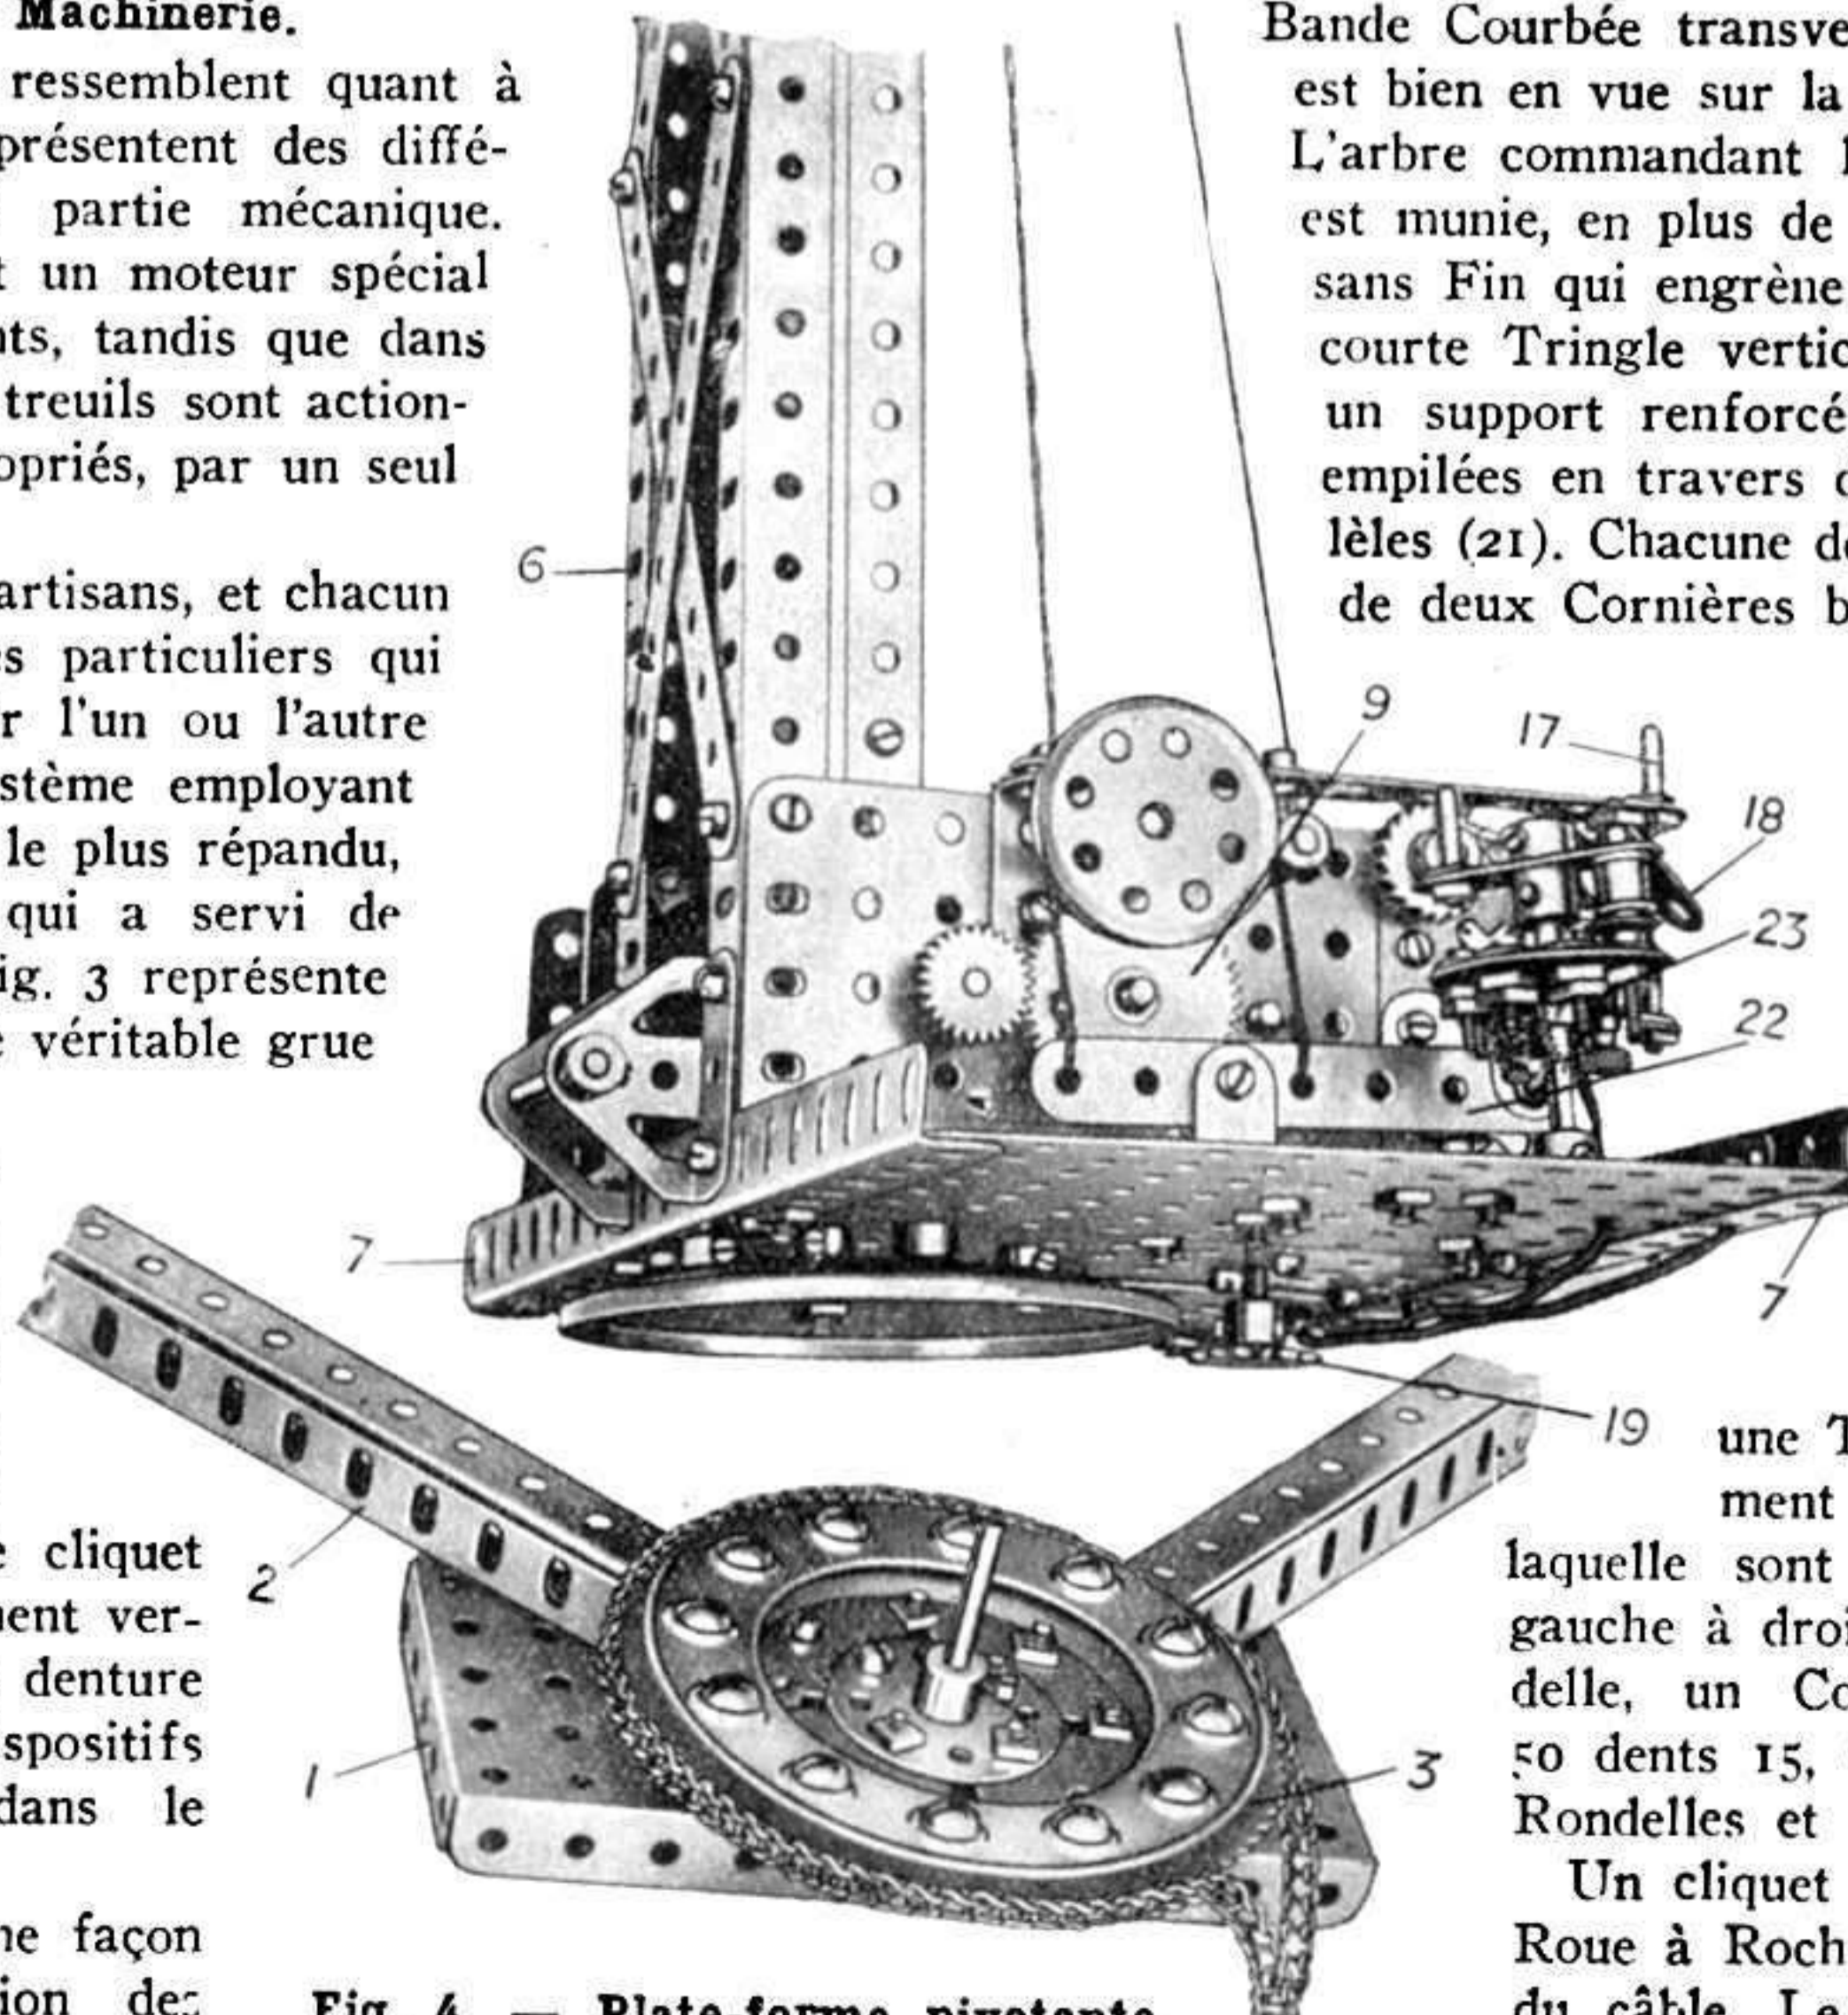
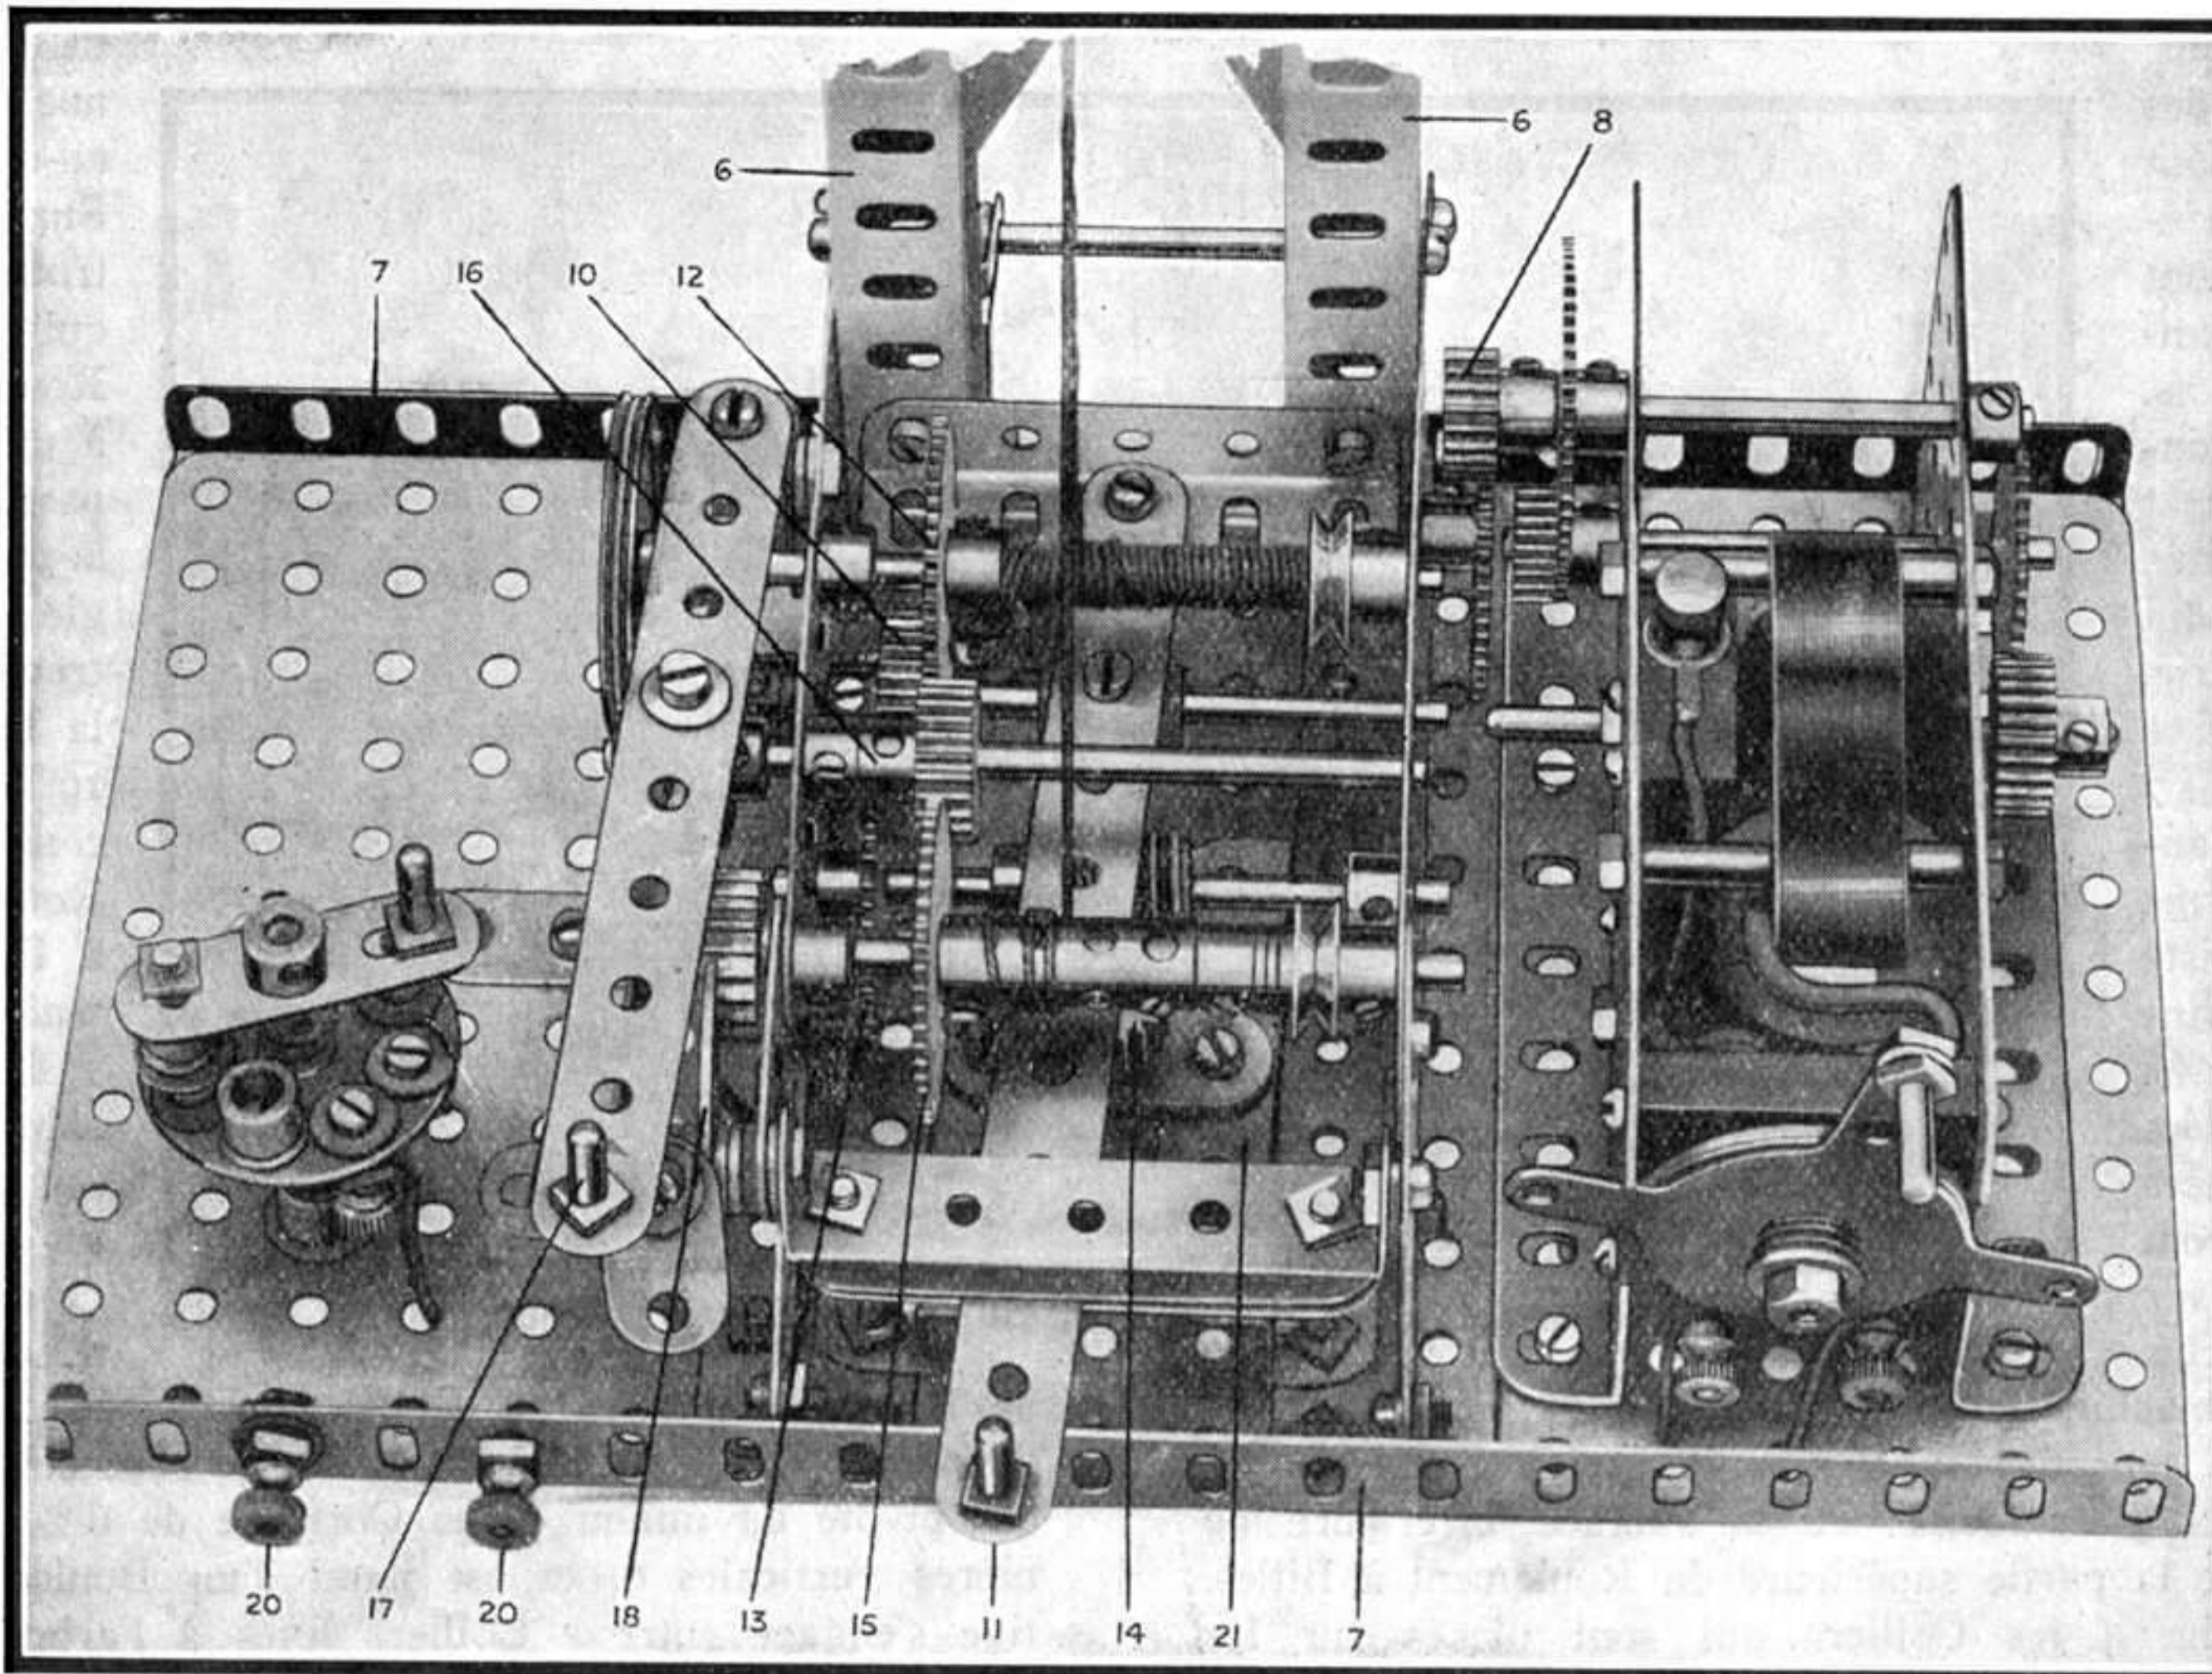

Fig. 4. — Plate-forme pivotante et machinerie du modèle.
Fig. 5. — La machinerie du modèle vue d'en haut.
Les côtés antérieurs des Cornières du mât, dont on voit la partie inférieure sur la Fig. 4 sont reliés au moyen de Bandes croisées de 14 $\frac{m}{m}$. La même gravure montre la façon dont le mât est fixé à la plate-forme, ou base pivotante, qui supporte la machinerie. Le pied du mât est fixé à une Cornière de 24 $\frac{m}{m}$ 7 qui constitue le bord antérieur de la plate-forme dont le plancher consiste en trois Plaques sans Rebords de 14 \times 9 $\frac{m}{m}$. Des Embases Triangulées Coudées sont boulonnées au pied du mât et servent à tenir la Tringle sur laquelle pivote la flèche.
On voit sur la Fig. 4 les Colliers qui sont placés sur les Boulons de 12 $\frac{m}{m}$ fixant le Plateau à Rebord du Chemin de Roulement.
Les Fig. 4 et 5 montrent d'une façon claire et détaillée la disposition des engrenages et de tout le mécanisme mo-
teur du modèle Meccano. La Fig. 5 est une vue de l'ensemble ou mécanisme prise d'en haut, tandis que sur la Fig. 4 on voit un côté de la machinerie et le dessous de la plate-forme à laquelle elle est fixée.
de 57 dents située sur une autre Tringle montée au-dessus de la première. Sur la même Tringle se trouve un Pignon de 12 $\frac{m}{m}$ qui engrène avec une Roue de 57 dents fixée à une Tringle de 7 $\frac{m}{m}$ $\frac{1}{2}$ passée dans la paroi de la machinerie. Cette Tringle est munie, à son extrémité que l'on voit sur la Fig. 4 d'un Pignon de 19 $\frac{m}{m}$; ce Pignon engrène continuellement avec une Roue de 50 dents 9 fixée à l'arbre principal de la machinerie.
En faisant coulisser cet arbre dans ses supports on peut faire engrèner un Pignon de 19 $\frac{m}{m}$ 10 (Fig. 5) soit avec la Roue d'Engrenage 12 du treuil
Bande Courbée transversale de 60 \times 12 $\frac{m}{m}$. Cette dernière est bien en vue sur la Fig. 5.
que leurs rebords soient tournés dans des directions opposées. Une Roue Barillet est également boulonnée à cette partie de la Plaque, sous le support, de sorte que la Tringle passe par sa bosse. Une Roue Dentée de 19 $\frac{m}{m}$ 19 (Fig. 4) est fixée à l'extrémité inférieure de la Tringle.
Le treuil de levage est muni d'un frein semi-automatique 22 (Fig. 4). Tout en permettant le levage de la charge avec liberté parfaite ce système
La partie électrique du modèle est assez simple. Ses principaux éléments sont : le Moteur et un régulateur qui en règle la vitesse. On voit le régulateur à gauche de la machinerie, sur la Fig. 5; construit entièrement en pièces Meccano, ce dispositif présente un intérêt particulier. Nous donnons ici une brève description de cet appareil dont les lecteurs intéressés, trouveront une explication détaillée dans notre Manuel des Mécanismes Standard (M. S. N° 115).
Toutes les parties du modèle étant construites, il ne reste plus qu'à les assembler dans les positions qu'elles occupent dans les modèles. Cet assemblage ne présente aucune difficulté, comme on va le voir. En premier lieu il faut fixer la cabine (6) à la plate-forme pivotante, puis placer cette portion du modèle sur le pivot central (Fig. 4), en interposant entre les deux plateaux de roulement un anneau à Bille (pièce N° 168c). Les haubans 5 se fixent par leurs extrémités inférieures, au moyen de Tringle de 5 mm , aux Supports Triangulaires placés aux Angles des traverses 2 et 4; les extrémités supérieures des haubans se rencontrent sur une même Tringle passée dans les Cornières de 38 mm du sommet du mât vertical.